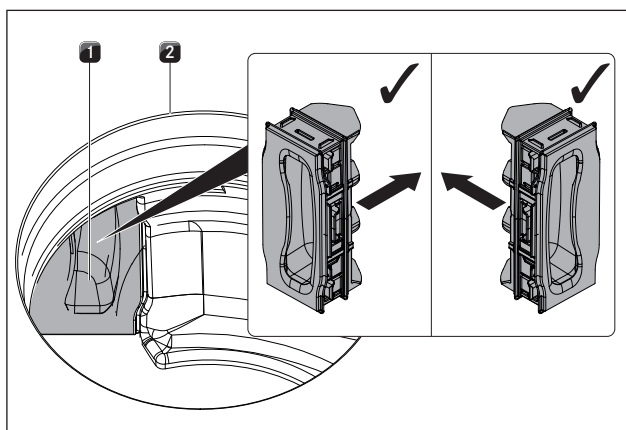

Fig. 8.11 Colocación de la trampilla para el cambio del filtro
- ▶ Por el interior de la abertura de entrada, encaje a presión hasta el tope la trampilla para el cambio del filtro en la abertura de la carcasa (respecto a la colocación de la trampilla, v. fig. 8.11).